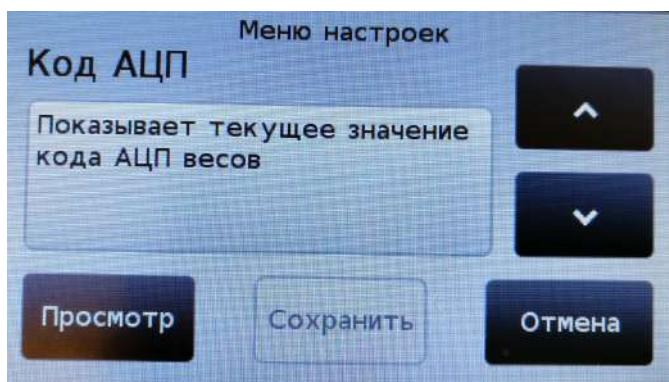

Рис. 8.4.1. Просмотр кода АЦП.
8.4.1. Войдите в меню установки режимов работы (см. п. 8.1.1, стр. 8) и кнопками «**^**» и «**v**», выберите пункт «Код АЦП» (см. рис. 8.4.1) и нажмите на кнопку «Просмотр».